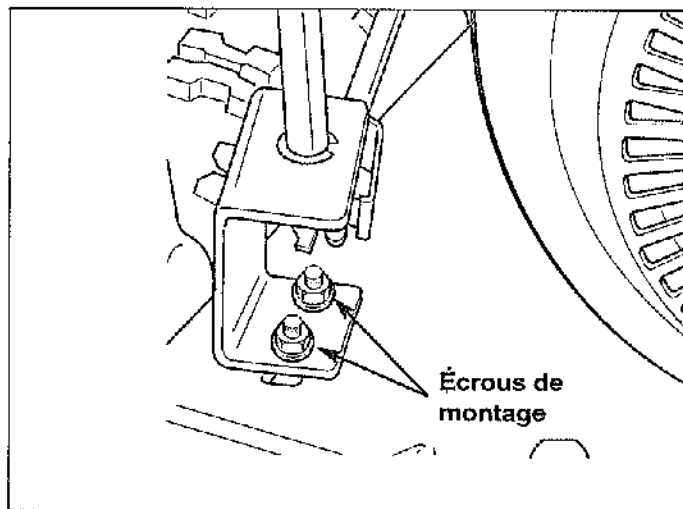

Figure 21. Réglages de l'engrenage de la direction de chute
1. Desserrer les écrous de montage de support d'engrenage (Figure 21).